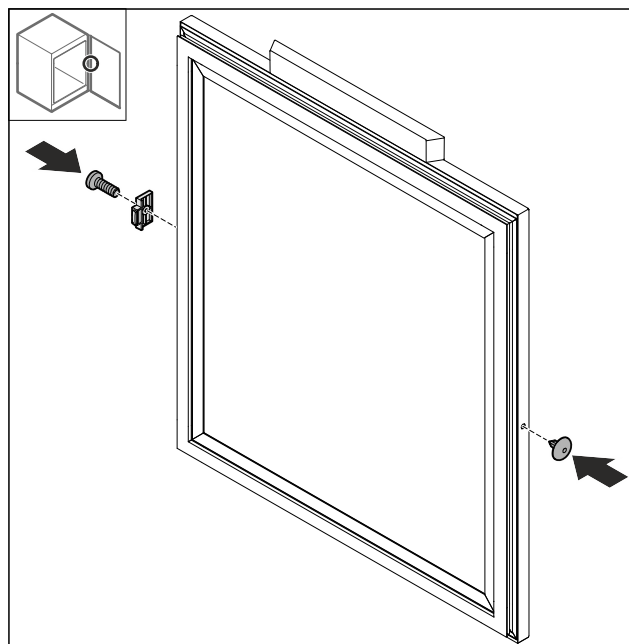

Fig. 49
- Montare il fermaporta Fig. 49 (1) ruotato di 180° sul lato opposto.
- Inserire la copertura Fig. 49 (2) sul lato opposto.